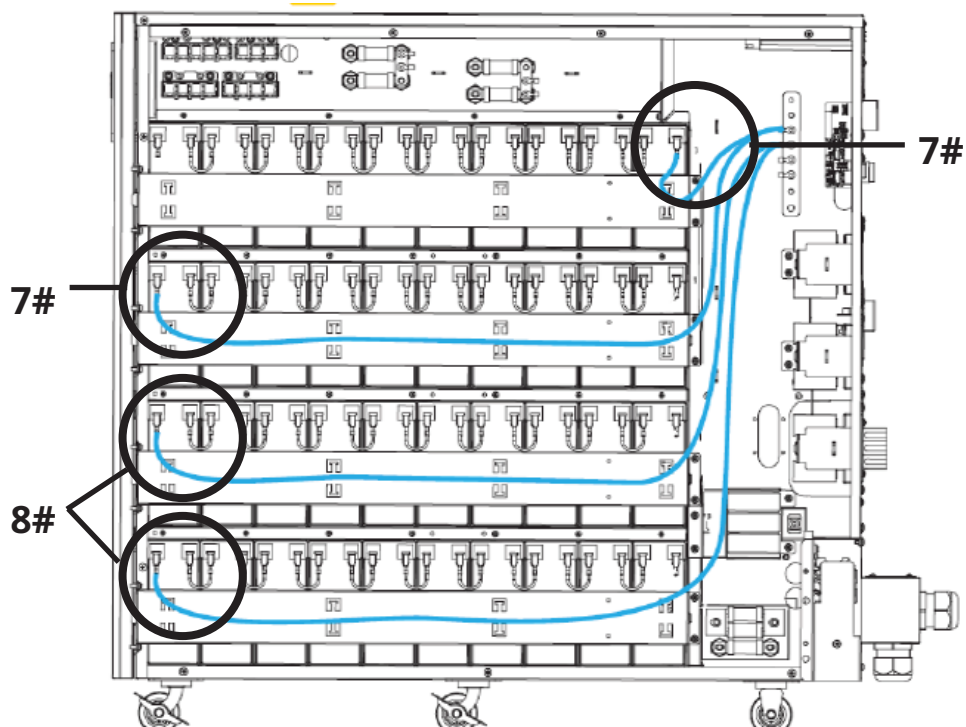

Figura 3-15: Conecte los Módulos de Baterías Derechos a la Placa de Cobre (Polo N).
10. Conecte los cuatro módulos de baterías a la placa de cobre (Polo N) (Figura 3-15).